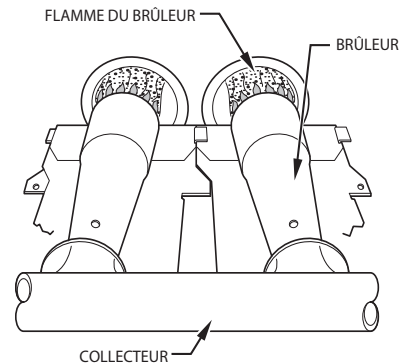

Fig. 65 – Flamme du brûleur
- c. Lorsque vous aurez obtenu l'admission correcte, remplacez les capuchons qui masquent les vis de réglage du régulateur. La flamme du brûleur principal doit être d'un bleu clair, presque transparent (voir la Fig. 65).